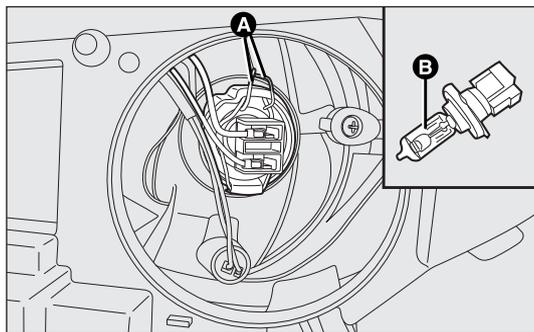

fig. 152
- décrocher les deux agrafes de retenue de la lampe A-fig. 152 ;
- extraire l'ampoule B-fig. 152 du connecteur et la remplacer ;